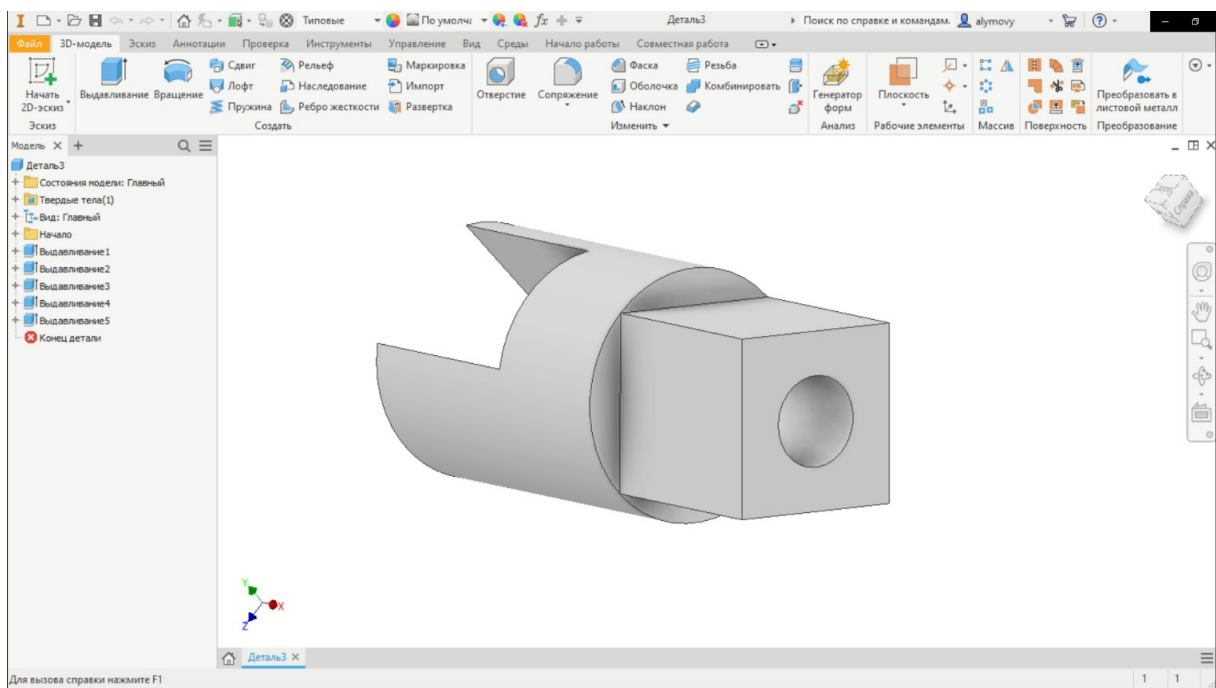

Рис. 15
4. Далее переходим к выполнению отверстий. Для этого также строим эскизы и используем команду **Выдавливание**. (рис. 15).